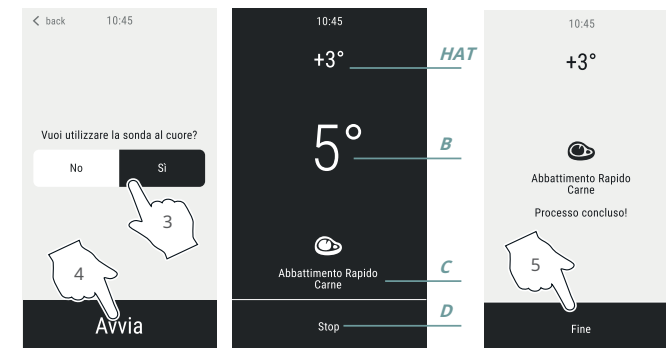

Abb. 16.
- Anschließend fragt ein Bildschirm, ob der gewählte Zyklus mit einer Herzsonde (Abb. 16) oder durch Einstellen der Temperatur des zu verarbeitenden Lebensmittels (Raumtemperatur oder heiß) und seiner Menge eingestellt werden soll.